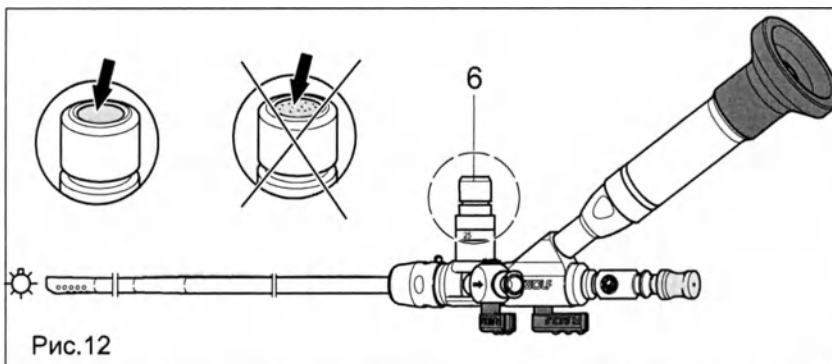

Рис.12
- ◆ Поломанные волокна видны на подключении холодного света (6) в виде черных точек. Если доля сломанных волокон достигает ок. 30%, светоотдача становится недостаточной (рис. 12).